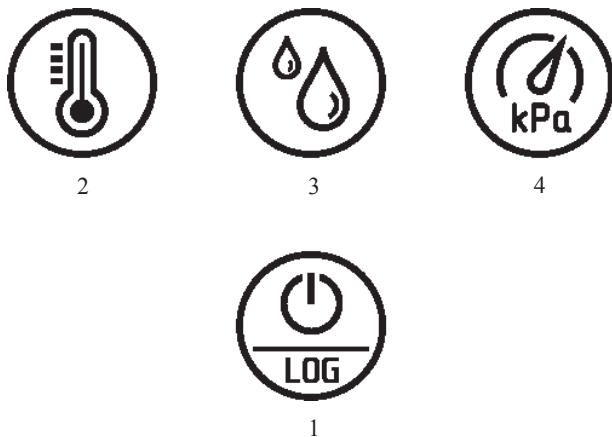

Рис.2 – Кнопки управления.
5.4 Включение прибора и его отключение производится однократным нажатием кнопки ВКЛ./ВЫКЛ. (1, Рис.2).
По умолчанию, после включения прибора запускается циклический режим работы. Для перехода в режим быстрых измерений достаточно выбрать желаемый измеряемый параметр нажатием на соответствующую кнопку (2–4, Рис.2). При этом на экране прибора начнет мигать размерность измеряемого параметра, что символизирует о том, что в данный момент запущен режим быстрых измерений. Для выхода из данного режима необходимо зажать на две секунды кнопку (2–4, Рис.2), соответствующую текущему измеряемому параметру. Мигание размерности прекратится, и прибор перейдет в циклический режим. Прибор, находясь в режиме быстрых измерений и если не было нажатий на кнопки, автоматически, через 60 минут, перейдет на циклический режим измерения и отображения данных.
Запуск регистратора данных осуществляется через специальное меню, войти в которое можно, зажав у включенного прибора на несколько секунд кнопку LOG (1, Рис.2). На экран прибора будет выведено текущее состояние даталоггера (Рис.4). Если регистратор включен, то на экране прибора отобразится символ “Lr_On” (а, Рис.4); если выключен – “Lr_Of” (б, Рис.4). Если внутренняя память прибора полностью заполнена, то на экране прибора отобразится символ “FULL” (в, Рис.4). Одинокое нажатие на кнопку LOG приводит к смене текущего состояния регистратора данных. Чтобы выйти из меню даталоггера, необходимо зажать на несколько секунд кнопку LOG. Прибор вернется в режим работы, предшествующий переходу в меню.
7.3 Включите прибор однократным нажатием на кнопку включения прибора (1, Рис.2). После включения прибор перейдет в режим измерения температуры (Рис.3, а).
7.4 Для перехода в режим измерения влажности (Рис.3, б) или в режим измерения атмосферного давления (Рис.3, в) нужно нажать на соответствующую кнопку смены режима измерения (Рис.2).